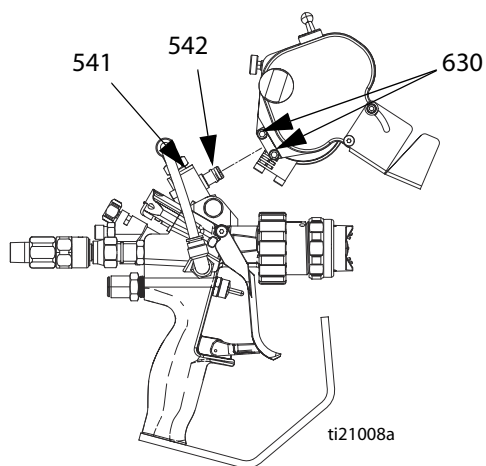

РИС. 3
- a. В случае необходимости отрегулируйте разводным ключом вращающийся стержень (541) таким образом, чтобы он стал параллельно переднему концу пистолета, а открытый конец указывал на переднюю часть пистолета. См. рис. 3.
- b. Извлеките винты (630). См. рис. 3.
ПРИМЕЧАНИЕ. Убедитесь в том, что уплотнительное кольцо (542) плотно прилегает в блоке режущего механизма. Убедитесь в том, что нет утечки воздуха, поскольку она очень сильно уменьшит производительность пневматического двигателя. См. рис. 3.
- d. Затяните винты (630), чтобы зафиксировать режущий механизм на месте.